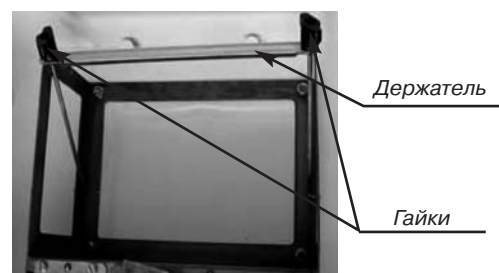

Рис. 4.2. Держатель аккумуляторной батареи
2. Открутите гайки и поднимите держатель АБ (см. Рис. 4.2);